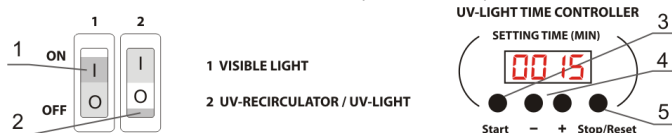

Рисунок 2. Панель управления
#### 5.2.1. Переведите в положение ON выключатель **2** (рис. 2/2) на панели управления (рис. 3/1), это приведет в действие УФ рециркулятор в верхней части бокса (рис. 3/2) и активирует таймер открытой УФ лампы. УФ рециркулятор работает пока выключатель **2** не будет переведен в положение OFF (выключено).
#### 5.2.2. Установите время экспозиции открытой УФ лампы на электронном таймере прибора (SETTING TIME), используя кнопки таймера “+” и “-” (рис. 2/4) для увеличения и уменьшения времени экспозиции с шагом 1 мин. Если кнопку удерживать нажатой дольше 2 секунд, скорость смены значения увеличивается. Рекомендуемое время экспозиции – два раза по 30 минут, после включения и до начала работ в боксе.
- 5.2.3. Нажмите кнопку **Start** (рис. 2/3). Включатся УФ лампы, таймер начнет отсчет времени экспозиции. Индикатор таймера отображает текущее время: до 1 часа - в минутах и секундах (мм:сс), после 1 часа - в часах и минутах (чч:мм). По достижении заданного времени, таймер автоматически отключит открытую УФ лампу.
- 5.2.4. Можно отключить открытую УФ лампу до истечения установленного времени экспозиции нажатием кнопки **Stop/Reset** (рис. 2/5). При этом в памяти сохраняется установленное время экспозиции. При полном выключении прибора время экспозиции таймера не сохраняется.
- 5.3.1. Для освещения рабочей поверхности включите люминесцентную лампу дневного света (рис. 3/3), переведите выключатель **1** (рис. 2/1) в положение ON, включено.